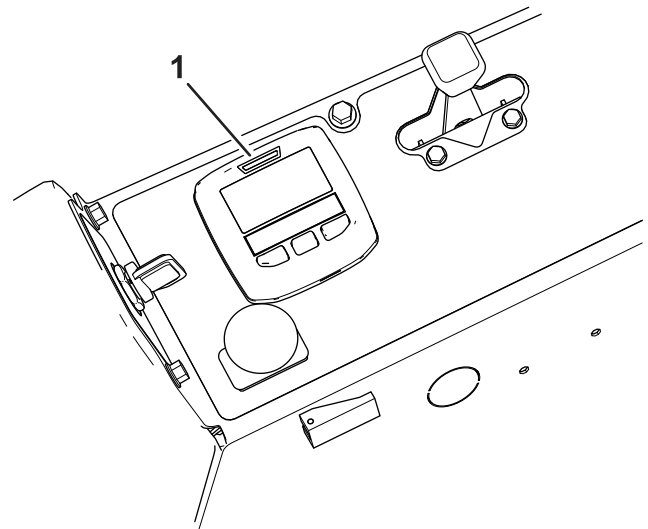

Bild 12
B. LED-Leuchte am InfoCenter (**Bild 12**):
Hinweis: Die LED-Leuchte über dem Bildschirm (**Bild 12**) blinkt, wenn der Sensor kalibriert wird.
Die Leuchte und der Signalgeber zeigen den Grad der Steigung an (Bild 12):